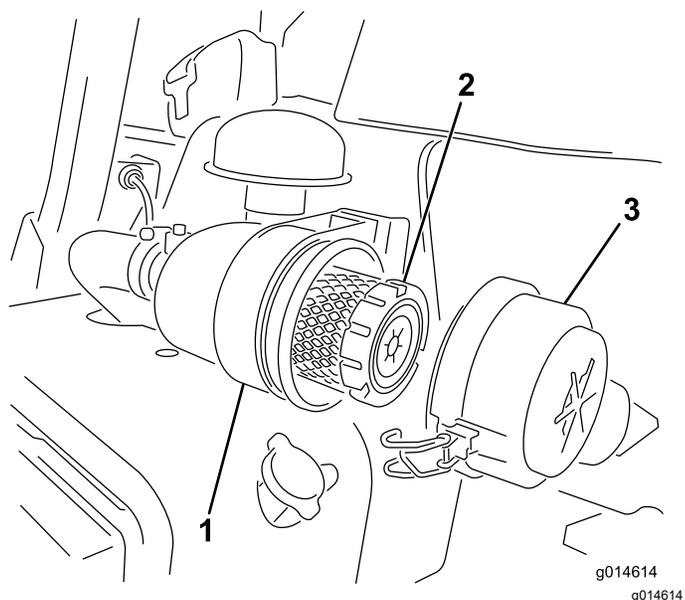

图 29
1. 松开将空气滤清器盖固定到空气滤清器壳体上的搭扣图 29。
7. 固定搭扣 (图 29)。